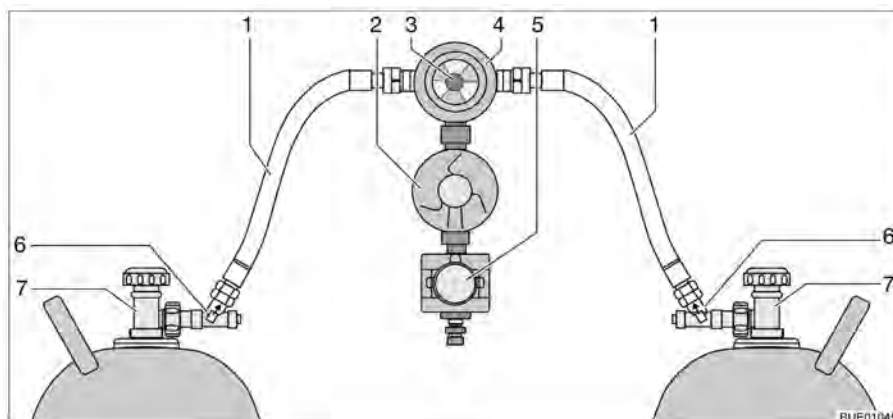

Fig. 97 Instalación de conmutación Crash-Protection-Unit
La Crash-Protection-Unit se compone de dos restrictores de desbloqueo manual (Fig. 97,6), una válvula selectora (Fig. 97,4) con regulador de presión (Fig. 97,2), una electroválvula (Fig. 97,5) y la unidad de mando con LED de tres colores (Fig. 97,1).
Con el botón giratorio (Fig. 97,3) en la válvula selectora se puede determinar cuál de las bombonas de gas se utilizará como bombona de servicio y cuál bombona de gas como bombona de reserva.
En la unidad de mando (Fig. 98) únicamente pueden conmutarse las funciones eléctricas. Las llaves de paso principales de las bombonas de gas (Fig. 97,7) y los desbloques (Fig. 97,6) deben abrirse a mano.
- Abrir las llaves de paso principales en las bombonas de gas (Fig. 97,7).
- Pulsar los desbloques (Fig. 97,6), uno tras otro, durante 10 segundos.
- Con el botón giratorio (Fig. 97,3) en la válvula selectora (Fig. 97,4), seleccionar la bombona de gas de la que habrá de tomarse el gas principalmente (bombona de servicio).
- Cerrar las llaves de paso principales en las bombonas de gas (Fig. 97,7).